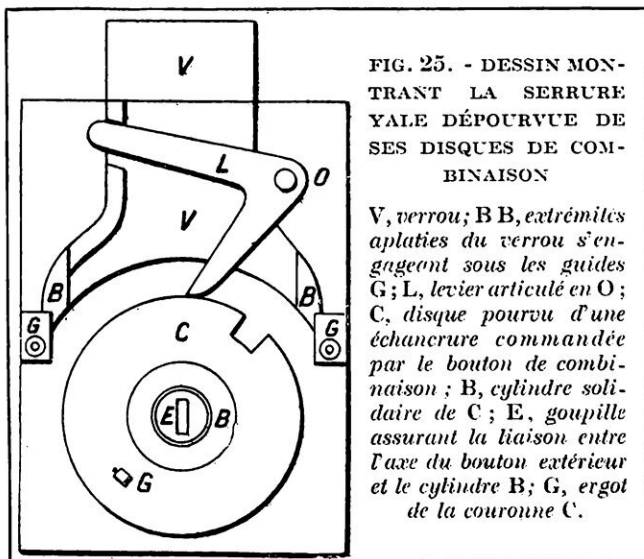

FIG. 25. - DESSIN MONTRANT LA SERRURE YALE DÉPOURVE DE SES DISQUES DE COMBINAISON
Nous allons maintenant étudier la serrure à combinaisons Yale, qui est très originale et très simple (fig. 25).
Le disque *C* (fig. 25) ne sert qu'à l'entraînement de ceux qui réalisent la combinaison à l'intérieur de la serrure. Il est prolongé par une partie cylindrique *B*, reliée par l'écrou de fixation *E* à l'axe du bouton extérieur. Un ergot *G* permettra, au moment voulu, la liaison avec le premier des disques de combinaison.
mêmes conditions, un tour, le quatrième, en compagnie des trois autres. A ce moment, le quatrième disque a effectué la première partie de la combinaison (35) dans notre exemple et son encoche *E* est en face de la branche inférieure du levier *L* (fig. 25).